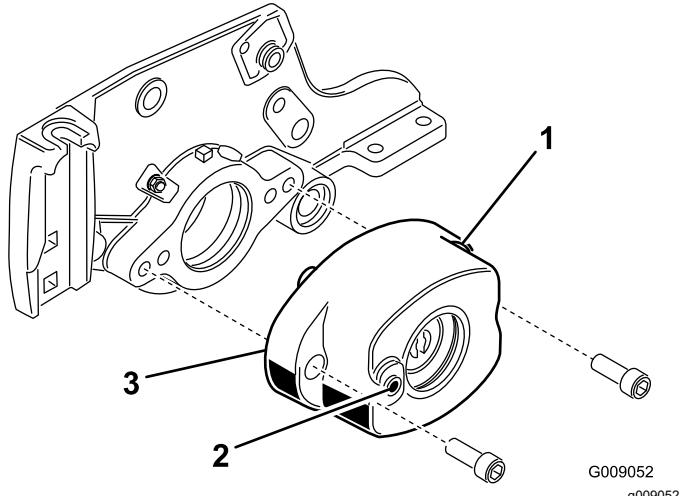

Figura 6
- Montate l'alloggiamento della spazzola per rullo sull'alloggiamento del cuscinetto del cilindro con 2 bulloni a brugola (3/8" x 1") (Figura 6). Posizionate l'alloggiamento della spazzola per rullo in modo che il foro filettato sia posizionato verso la parte anteriore dell'apparato di taglio.